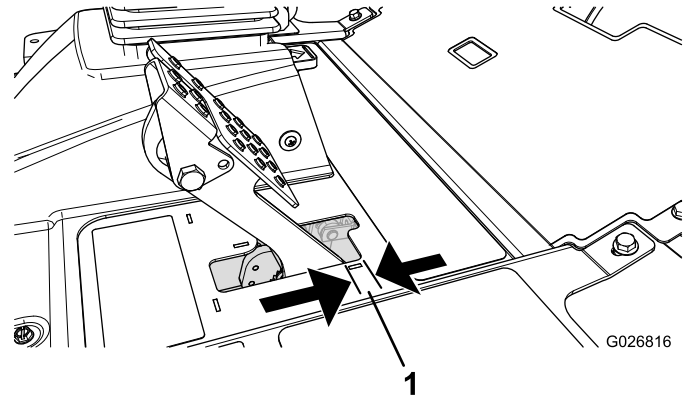

Figura 71
Regolate i freni se il pedale ha un "gioco" superiore a 2,5 cm (Figura 71), o quando è necessaria maggiore forza di tenuta. Per gioco s'intende la distanza che il pedale percorre prima che si avverta la resistenza della frenata.
2. Serrate il dado posteriore per spostare indietro il cavo, finché i pedali del freno non hanno un gioco compreso tra 0,63 e 1,27 cm (Figura 71), prima che la ruota si blocchi.